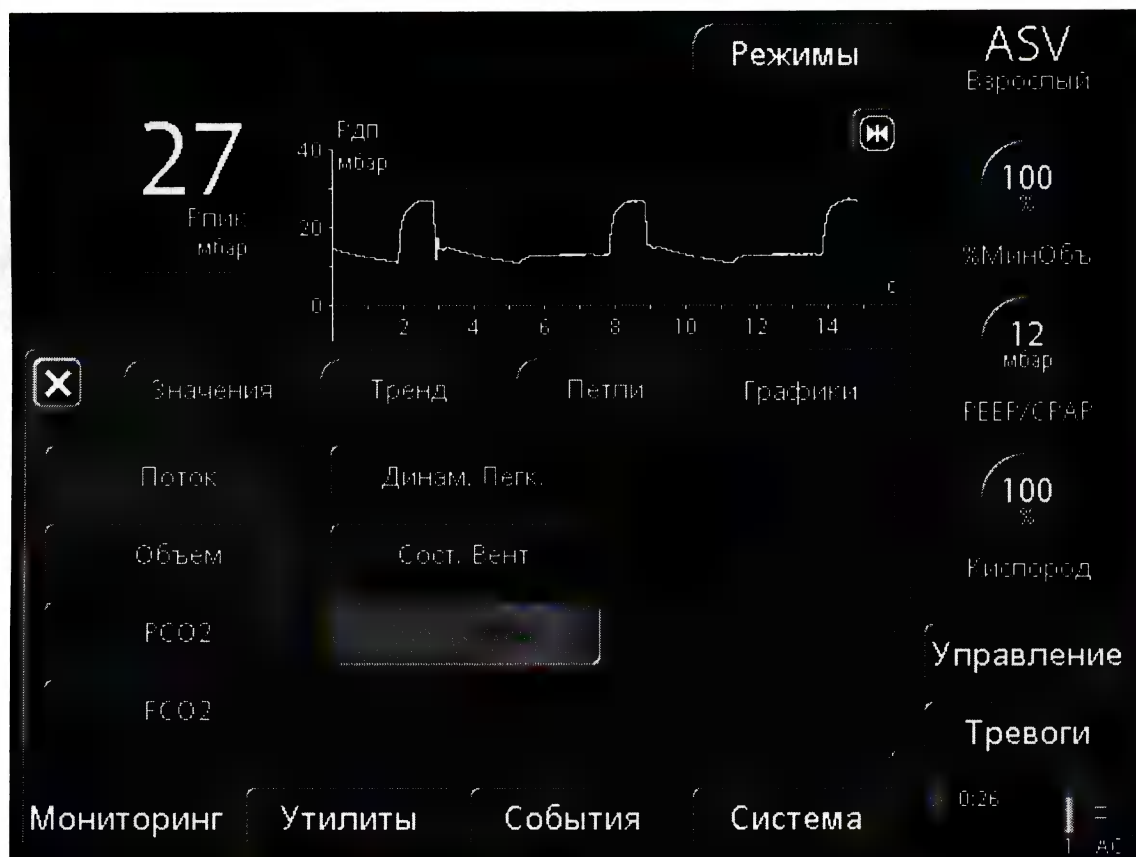

Рисунок 5-6. Окно «Графики»
1. Откройте окно «Мониторинг» -> «Графики» (рис. 5-6), воспользовавшись вкладкой окна или нажав график внизу экрана.